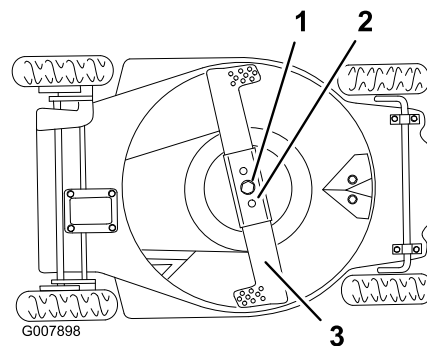

Bild 33
2. Kippen Sie den Rasenmäher auf die **linke** Seite (Bild 33).
2. Entfernen Sie die Messerschraube, Sicherungsscheibe, das Messer und die Messerverstärkung (Bild 33).